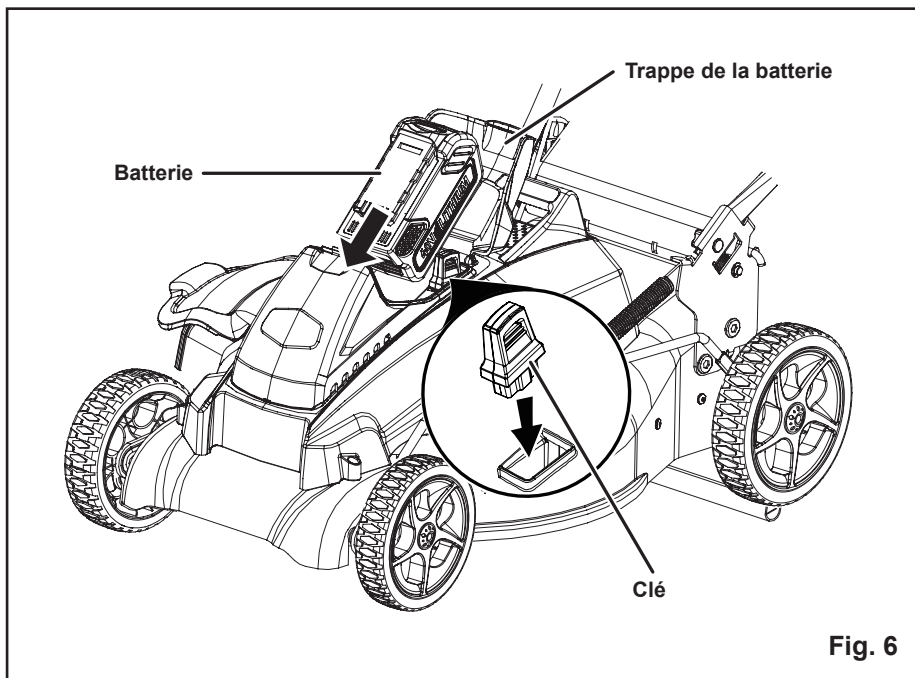

Fig. 6
MISE EN PLACE DU PACK BATTERIE (Voir figure 6.)
RETRAIT DU PACK BATTERIE (Voir figure 6.)
DÉMARRAGE/ARRÊT DE LA TONDEUSE (Voir figure 6. et 7.)
- Ouvrez le couvercle de la batterie (1) et insérez la clé (2) dans la fente (3) (Voir figure 6.).